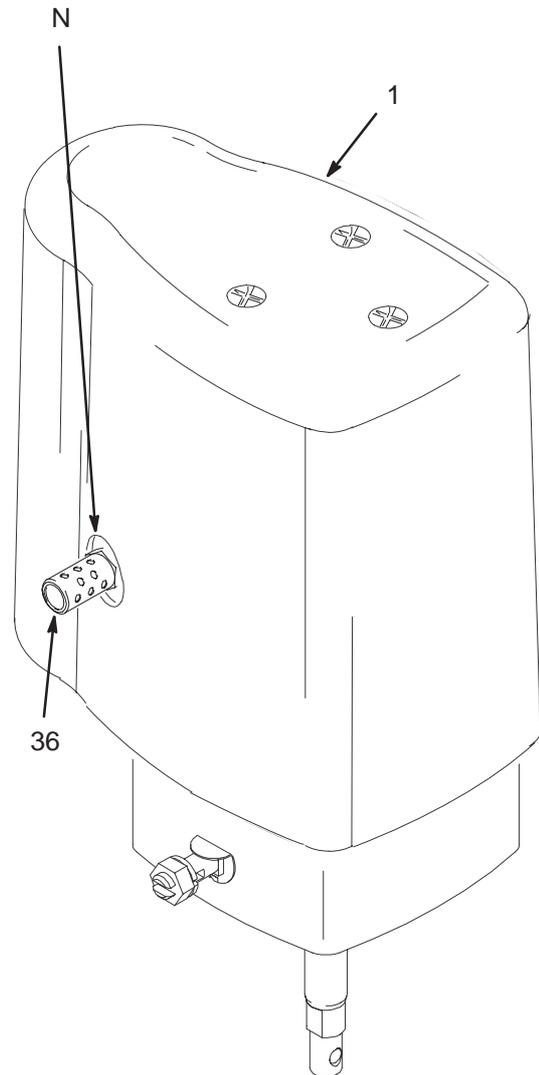

Fig.1
Antes de accionar el motor neumático, cerciórese de que el silenciador (36) está instalado de forma segura en la lumbrera de escape (N). Vea la Fig. 1.